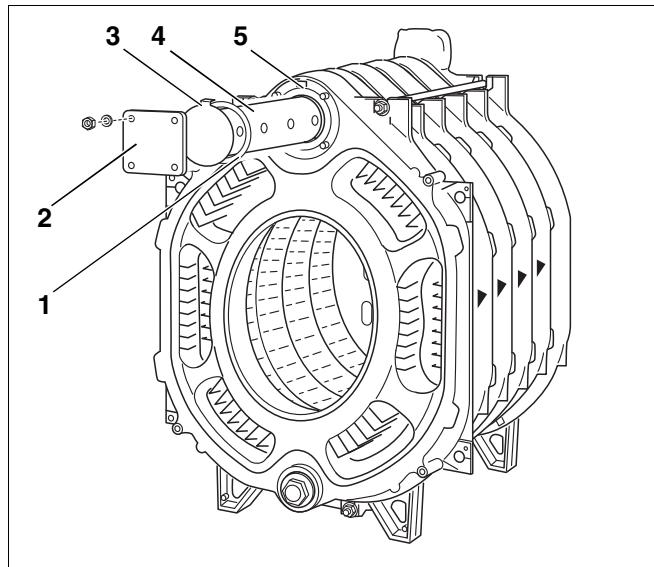

Рис. 19 Установка подпиточной трубы
- Надеть плоское уплотнительное кольцо (рис. 19, **поз. 1**) на подпиточную трубу (рис. 19, **поз. 4**).
- Установить заглушку (рис. 19, **поз. 2**).
Выступ (рис. 19, **поз. 3**) на закрывающей торцевой пластине подпиточной трубы должен войти в вырез верхней ступицы котла (рис. 19, **поз. 5**). Благодаря этому, подпиточная труба фиксируется так, что выходные отверстия в ней направлены под нужным углом. Таким образом обеспечивается оптимальное распределение воды в зоне верхней ступицы.